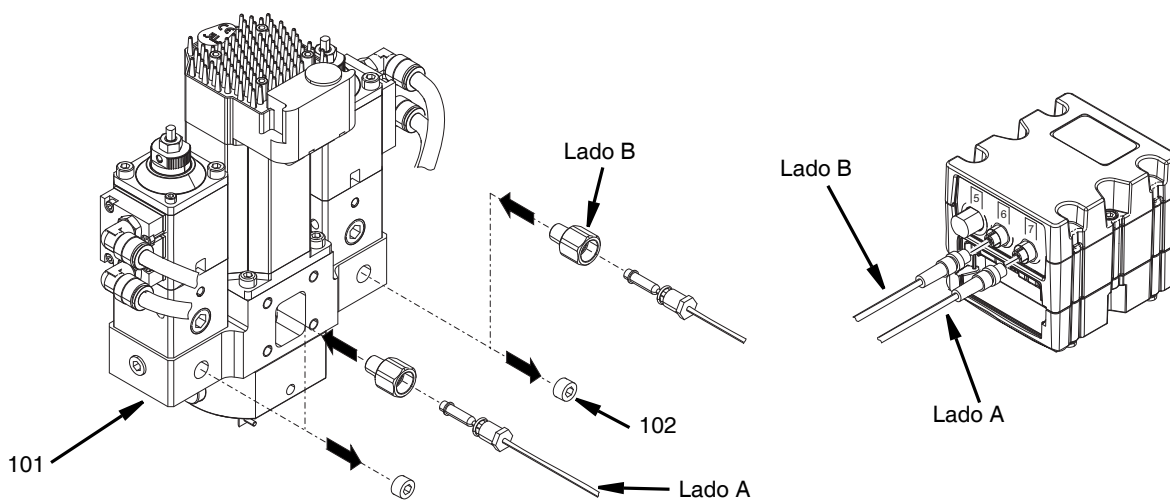

FIG. 40
2. Remova 2 bujões (102) do compartimento base (101).
7. Ligue o transdutor de pressão do lado B à porta 6 no módulo de cubo GCA. Consulte a FIG. 40.